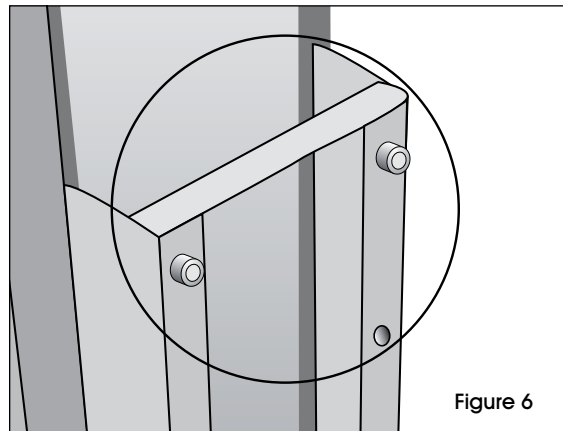

Figure 6
1. Desserrez les deux boulons supérieurs pour accrocher le chariot en place. (Voir Figure 6)